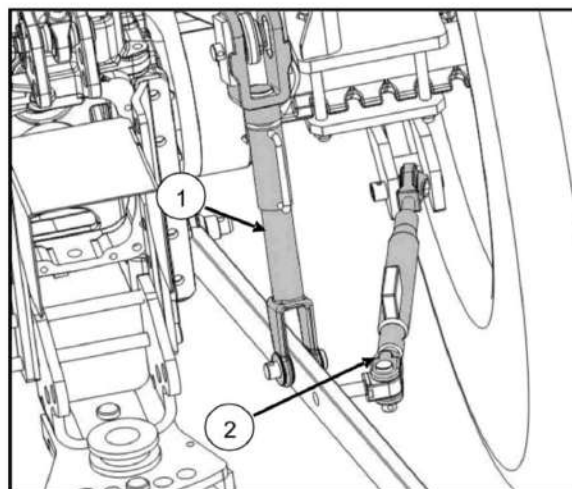
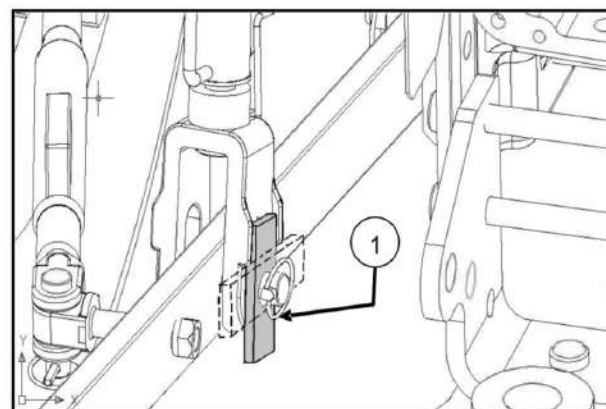

Рис. 4-28
Рис. 4-29
Нижние тяги с фиксированными шаровыми наконечниками класса 2 (Рис. 4-28)
Для того чтобы изменить боковой угол дополнительных орудий рекомендуется скорректировать положение двух вертикальных подъемных штанг при помощи регулировочных рычагов (Рис. 4-28) и (Рис. 4-29).
2. Отрегулировать боковые стабилизаторы с учетом обеспечения беспрепятственного поворота нижних тяг (2 Рис. 4-28).
Использовать (1 Рис. 4-29) для регулировки плавающего положения. Использовать по вертикали, если необходимо обеспечить определенную свободу перемещения для дополнительных орудий прицепного типа. Использовать по горизонтали, для блокировки нижних тяг и обеспечения надлежащего контроля. Необходимо также использовать плавающий режим (1 Рис. 4-29) при присоединении дополнительных орудий для облегчения работы.